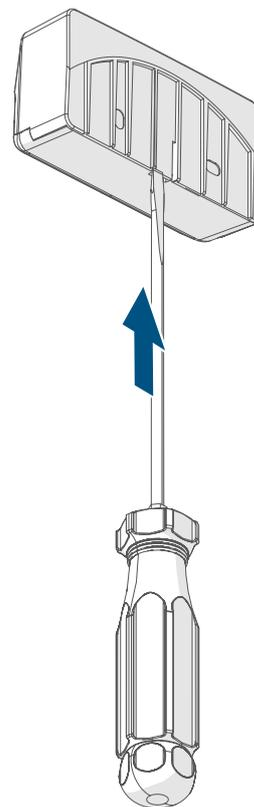

Figura 2
- Presione ligeramente hacia atrás la lengüeta situada en la parte posterior del soporte de pared (A) (si es necesario, utilice un destornillador de ranura) para soltar la unidad electrónica (C) del soporte de pared (→véase la figura 2).
- Presione ligeramente hacia atrás la lengüeta situada en la parte posterior del soporte de pared (A) (si es necesario, utilice un destornillador de ranura) para soltar la unidad electrónica (C) del soporte de pared (→ véase la figura 2).
- Saque la pila agotada del compartimento de las pilas (D).